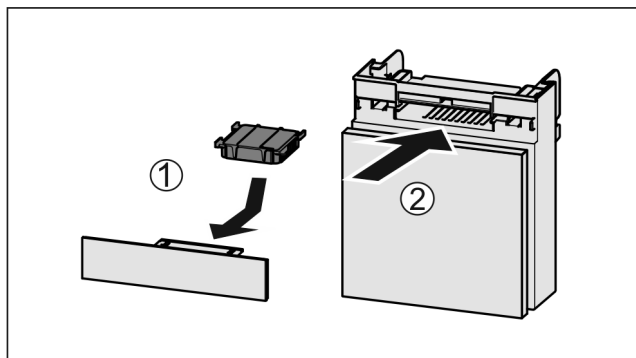

Fig. 32
- ▶ Insérer le filtre à charbon actif d'après le schéma Fig. 32 (1).
- ▶ Insérer le compartiment Fig. 32 (2).